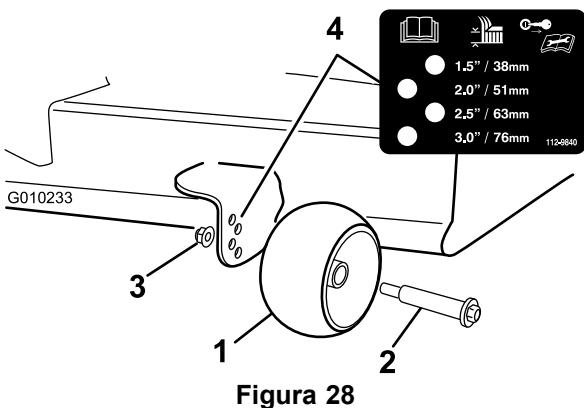

Figura 28
3. Regolate i fori antistrappo come illustrato in Figura 28 per adattarli alla posizione di altezza di taglio più vicina.